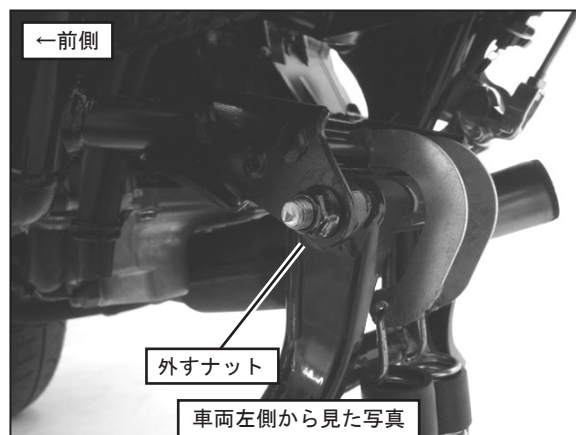

FIG. 3
5. 車両左側のセンタースタンドを留めているナットを外し、⑤センタースタンドストッパーの穴をセンタースタンドを留めるボルトに挿入して元のナットで締め付けて下さい。(FIG. 3, 4 参照)